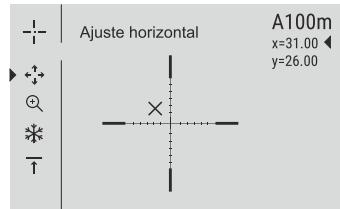

Fig.5
- Si el punto de impacto no coincide con el punto de mira (centro de la retícula del visor), mantenga pulsado el botón M (4) para entrar al menú principal.
- Una cruz auxiliar  , aparece en el centro de la pantalla y las coordenadas de la cruz auxiliar X e Y aparecen en la esquina superior (véase la Fig. 5).
- Cambie entre las direcciones de movimiento de la cruz auxiliar, de horizontal a vertical, pulsando brevemente el botón M (4). Guarda la nueva posición de la retícula pulsando prolongadamente M.